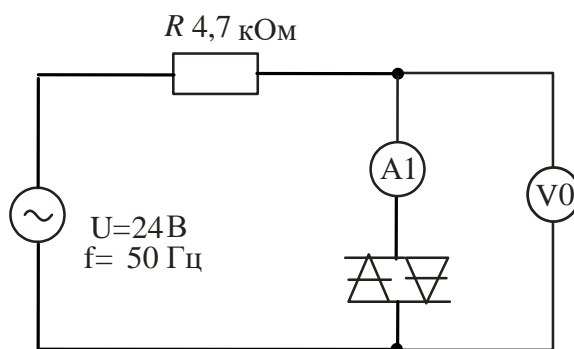

Рисунок 6 – Схема для снятия динамической характеристики симистора
2.1. Соберите цепь, схема которой показана на рис. 6.